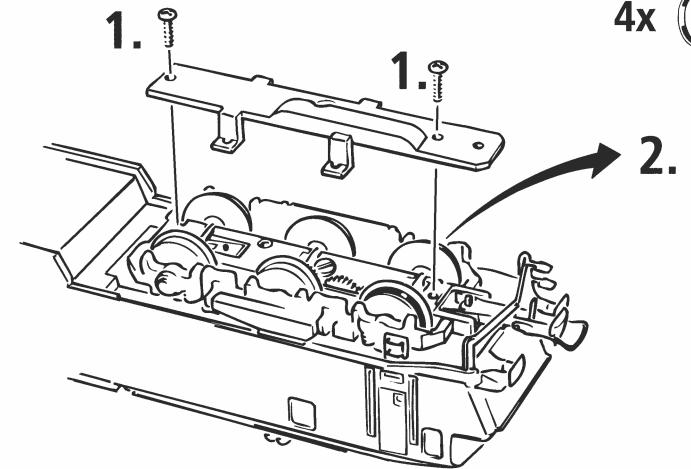

Fig. 8
1. Reinigung der Radstromkontakte: Radstromkontakte können auf unsauberen Schienen leicht verschmutzen. Bitte **entfernen Sie vorsichtig** mit einem kleinen Pinsel den Schmutz an den in Fig. 8 gekennzeichneten Stellen. Bitte zuerst das Lokgehäuse abnehmen (Fig. 3).
Les lames de contact risquent de s'encrasser rapidement sur des voies poussiéreuses. Veuillez **enlever la poussière** aux endroits marqués à la fig. 8 après avoir démonté la caisse de votre locomotive (fig. 3).
1. Schoonmaken van de wielcontacten: Verwijder de lochuis (fig. 3), en verwijder met een penseel het vuil van de in fig. 8 aangegeven plaatsen.